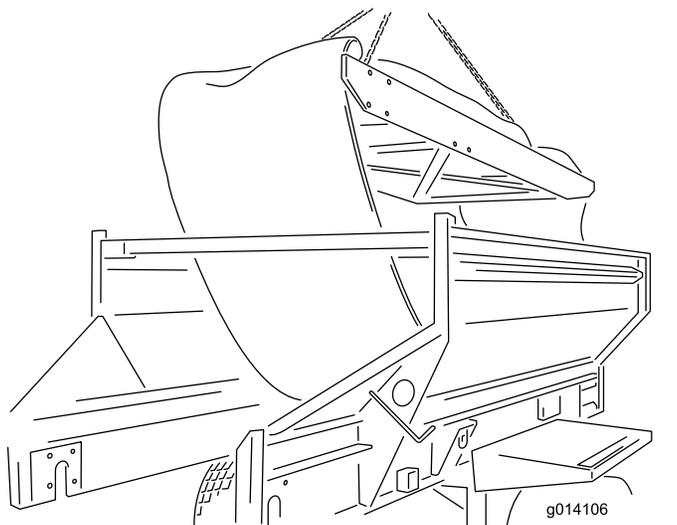

図 61
24. カートリッジは機体の真上から吊り上げて外す。外したカートリッジを床に降ろす 図 61。